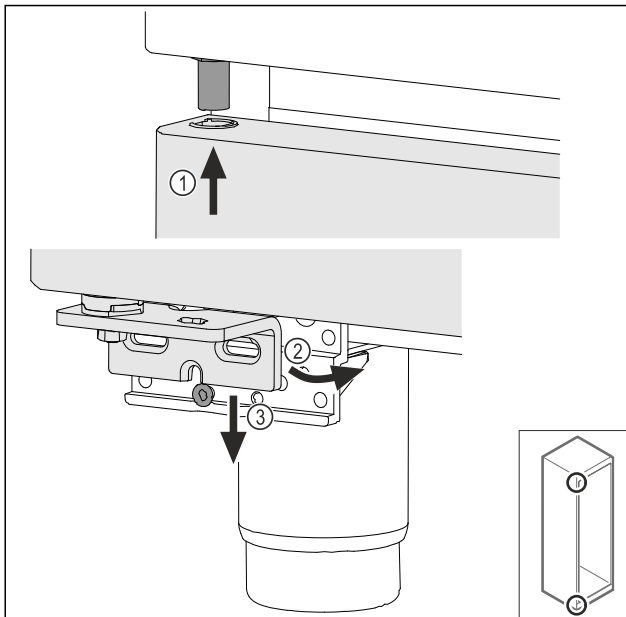

Fig. 74
- ▶ Šiek tiek pavertę duris, įstatykite jas viršuje Fig. 74 (1), išlygiuokite tiesiai Fig. 74 (2) ir užmaukite ant atraminės gembės varžto Fig. 74 (3).